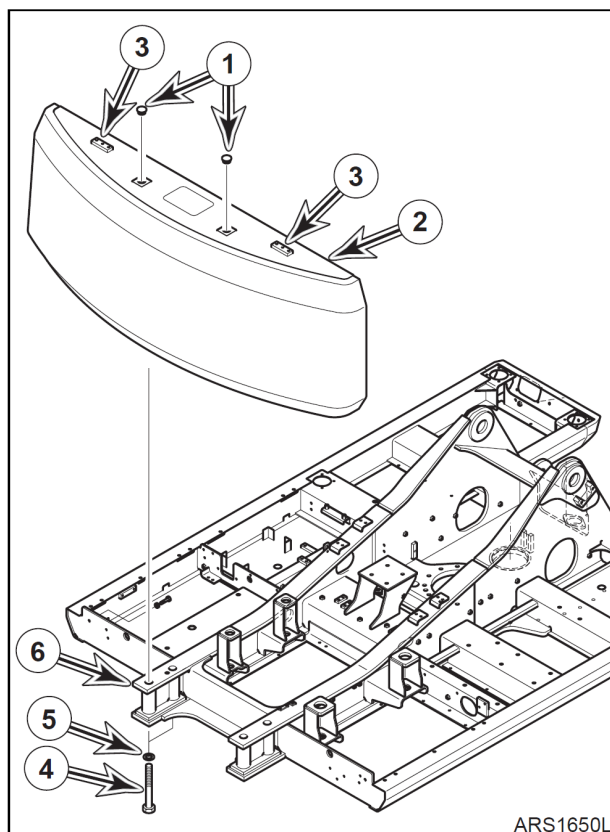

Рис. 5
2. При помощи крана достаточной грузоподъемности подвесить противовес (2, рис. 5) над несущей конструкцией (6). Убедиться в равномерном положении противовеса.
ПРИМЕЧАНИЕ. Оставить противовес (2, рис. 5) висеть на высоте 3 мм над несущей конструкцией (4), пока все четыре крепежных болта (2) не войдут в отверстия противовеса.
3. Надеть шайбы (5, рис. 5) на болты (4). Смазать резьбу крепежных болтов смазкой Loctite #242.
4. Установить четыре болта (4, рис. 5) с шайбами (5) в противовес, чтобы шайбы касались несущей конструкции. Полностью опустить противовес на раму и затянуть болты.
ПРИМЕЧАНИЕ. Затягивать болты (4, рис. 5) нужно крутящим моментом, указанным в следующей таблице.
5. Снять подъемные стропы и проушины с противовеса (3, рис. 5).
6. Установить две заглушки (1, рис. 5) в подъемных отверстиях (3).